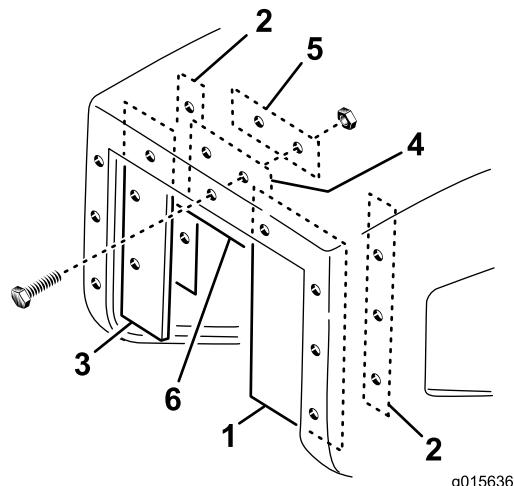

図 23
- ホッパーの開口部の内側右のリップにシールド幅広を固定する長い当て板、ねじ#10 x 1 インチ3本とフランジナット #10を使用して図 23のように取り付ける。
- ホッパーの開口部の内側左のリップにシールド細を固定する長い当て板、ねじ#10 x 1 インチ3本とフランジナット #10を使用して図 23のように取り付ける。
- ホッパーの開口部の内側のリップに上部シールドを固定する短い当て板、ねじ#10 x 1 インチ2本とフランジナット #10-242個を使用して図 23のように取り付ける。